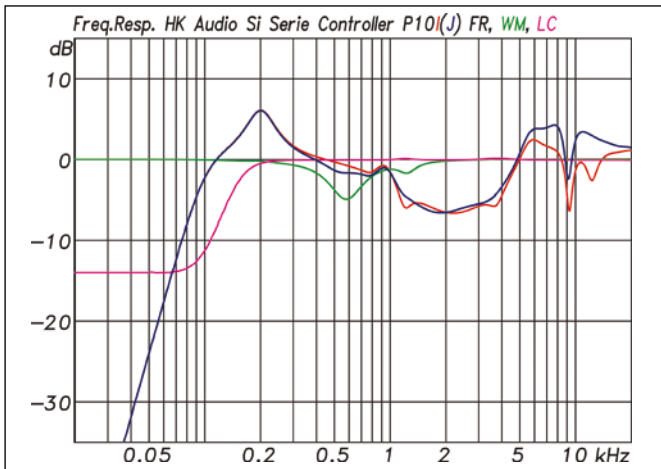

Abb. 10: Frequenzgänge des zugehörigen Lake-Controllers für die P10 in beiden Versionen und zusätzliche Filter für Wall Mount (WM) sowie Low-Cut (LC)
Die Setups für die SI Series befinden sich auf dem Lake-Controller in sogenannten Frames, in denen sich komplette System-Setups festlegen lassen. Für die P10 gibt es Filter jeweils für die i- und j-Variante für Fullrange (FR), Wall Mount (WM) und Low-Cut (LC). Die damit gemessenen Frequenzgänge finden sich in ABB. 10. Zwischen den Setups für die i- und j-Variante gibt es nur geringe Unterschiede oberhalb von 5 kHz, wo die gekrümmte P10j ein wenig mehr Pegel in den Höhen benötigt. Die Wall-Mount-Einstellung senkt bei 600 Hz etwas den Pegel ab, wo durch die Nähe einer Grenzfläche eine Überhöhung entsteht.